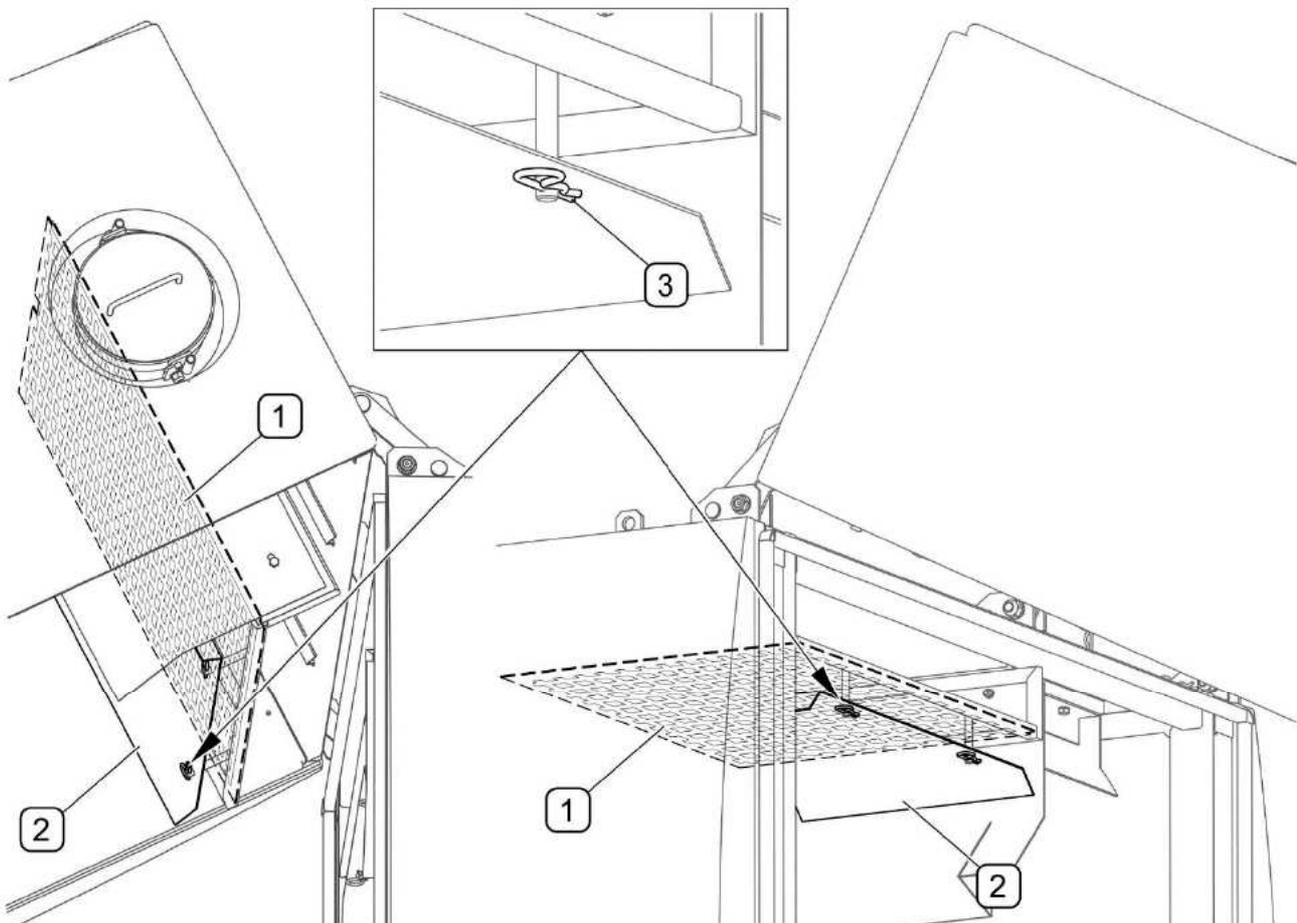

ABB. 5.32 Gitter im Schmutzbehälter
(1) - Gitter; (2) - Schutzabdeckung; (3) - Sicherungssplint der Schutzabdeckung
Die Sauberkeit der Gitter im Schmutzbehälter muss regelmäßig geprüft werden (ABB. 5.32). Die Gitter sind nach dem Öffnen des Schmutzbehälters zugänglich. Den geöffneten Behälter mit den Stützen absichern (ABB. 5.3). Um den Zugang zu den Gittern zu erleichtern (ABB. 5.32), wird empfohlen, die Schutzabdeckungen (2) nach vorheriger Entfernung des Sicherungssplints (3) zu abzunehmen. Das Gitter mit einem Druckwasserstrahl reinigen. Nach Beendigung der Reinigung die Schutzabdeckung (2) anbringen und mit den Splinten (3) sichern. Es ist darauf zu achten, dass die Schutzabdeckungen mit der Krümmung nach unten zeigend eingesetzt werden. Es empfiehlt sich, die Dichtungen des Schmutzbehälters nach jedem Entleeren des Behälters zu reinigen. Vor dem Schließen des Behälters die zuvor eingesetzten Stützen (ABB. 5.3) entfernen.